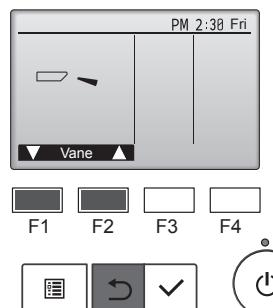

Fig. 8-4
- ② Tryk på knappen [VÆLG] for at få vist driftsskærmen Vane (vingedrift), og tryk derefter på knapperne [F1] og [F2] for at kontrollere autovingen. (Fig. 8-4)